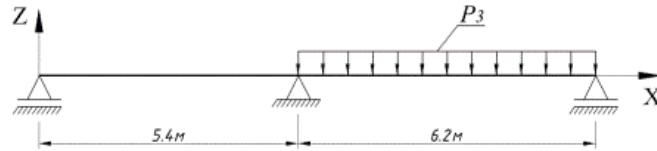

Рисунок 14 - Схема загрузки 4
- Загрузка 4 - равномерно распределенная во втором пролете $P_3 = 0,87$ т/м (рисунок 14).